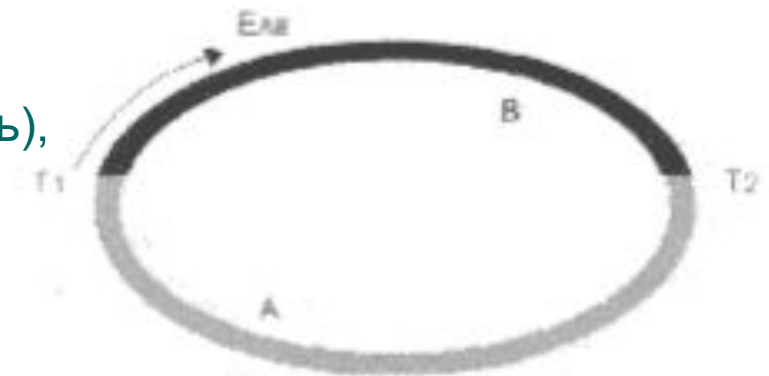

Рис. 1 Явление Зеебека
*Термопары относятся к классу термоэлектрических преобразователей, принцип действия которых основан на явлении Зеебека: если спаи двух разнородных металлов, образующих замкнутую электрическую цепь, имеют неодинаковую температуру ( $T \neq T_2$ ), то в цепи протекает электрический ток (рис. 1). Изменение знака у разности температур спаев сопровождается изменением направления тока.*